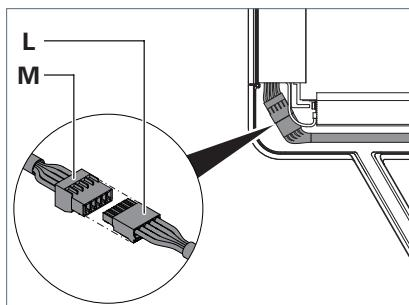

Fig. 7: Collegare la testa dell'apparecchio, parte 3.
- ▶ Collegare il portaconnettore a listello **L** con la morsettiera a perno **M** nella testa dell'apparecchio, vedere Fig. 7.